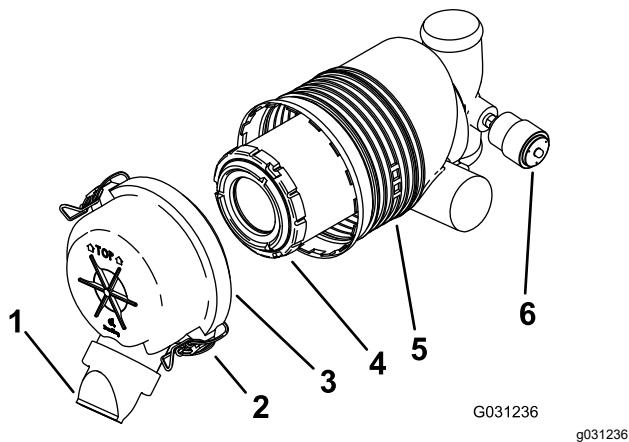

Рисунок 30
Внимание: Фильтр воздухоочистителя следует менять только, когда индикатор обслуживания станет красным (Рисунок 30). Замена воздушного фильтра без необходимости ведет лишь к повышению вероятности попадания грязи в двигатель при извлечении фильтра.
5. Освободите защелки воздухоочистителя и отделите крышку от корпуса воздухоочистителя (Рисунок 30).
- Если индикатор обслуживания прозрачный, установите крышку воздухоочистителя таким образом, чтобы пылезащитный колпачок был ориентирован вниз, и закройте защелки (Рисунок 30).
1. Осторожно извлеките фильтр из корпуса воздухоочистителя (Рисунок 30).
3. Осторожно установите фильтр (Рисунок 30).
4. Установите крышку воздухоочистителя таким образом, чтобы пылезащитный колпачок был ориентирован вниз, и закройте защелки (Рисунок 30).